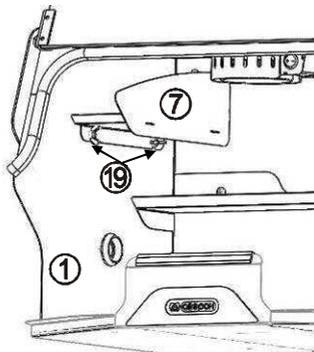
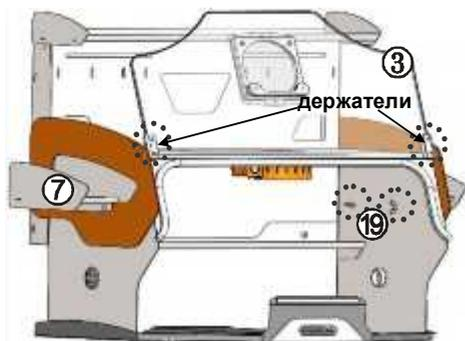

Рис.6
Рис.7
6.4 Снять карманы (7) изнутри камеры бокса, ослабив у каждого по два винта (19), рис.6, достать принадлежности и переставить их на внешние стороны боковых стенок **БОКСА**, надев прорезями на шляпки винтов (19), которые затянуть после перестановки карманов, рис.7.
6.6.2 Смотровое стекло (3), рис.7, установить в держатели. Верхний торец стекла совместить с торцами держателей и закрепить их винтами (ключ входит в комплект бокса). Винты закрутить до исключения перемещения стекла в держателях.
6.6.6 Разместить ЛИНЗА 3.0 БОКС АРТ (4) на смотровом стекле снаружи **БОКСА**, а магнитные держатели закрепить на обратной стороне стекла, рис.7.